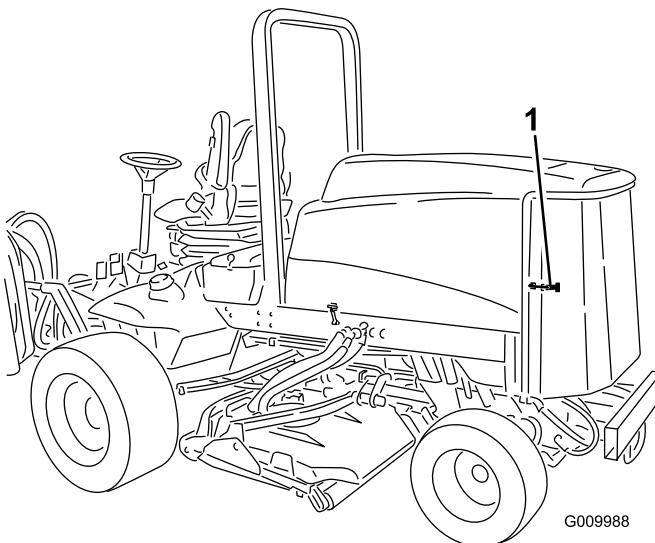

Figura 62
1. Destranque e abra o painel traseiro (Figura 62).